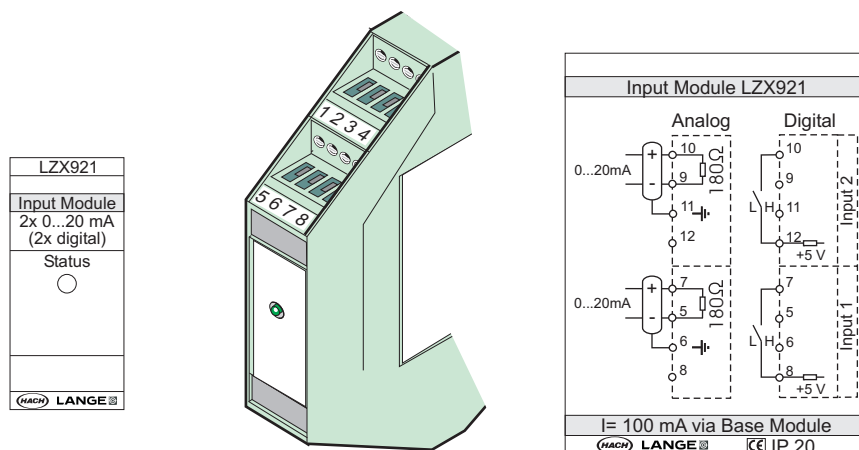

Figura 79 Módulo de entrada externo
3. Efectue as ligações correctas conforme mostrado na Figura 79 e Tabela 52.